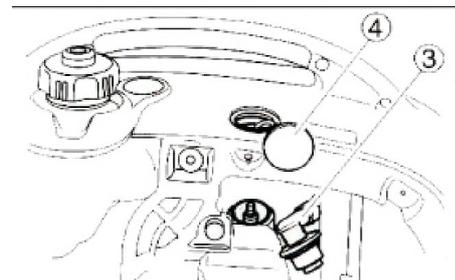

Abb. 48: Verschlusskappe entfernen
Schritt 3: Kerzenstecker und die Schutzkappe Pos. 3 und 4 (Abb. 48) entfernen.